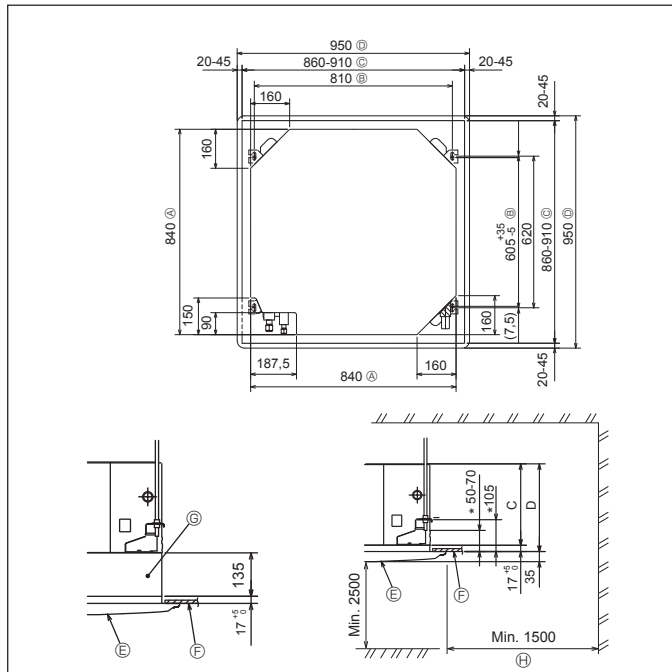

Fig. 2-2
2.2. Apertura del techo y ubicación de los tornillos de suspensión (Fig. 2-2)
- Las dimensiones de la apertura del techo pueden ajustarse dentro de los valores indicados en Fig. 2-2; centre la unidad principal en la apertura asegurándose de que los lados opuestos respectivos alrededor de la apertura sean idénticos.